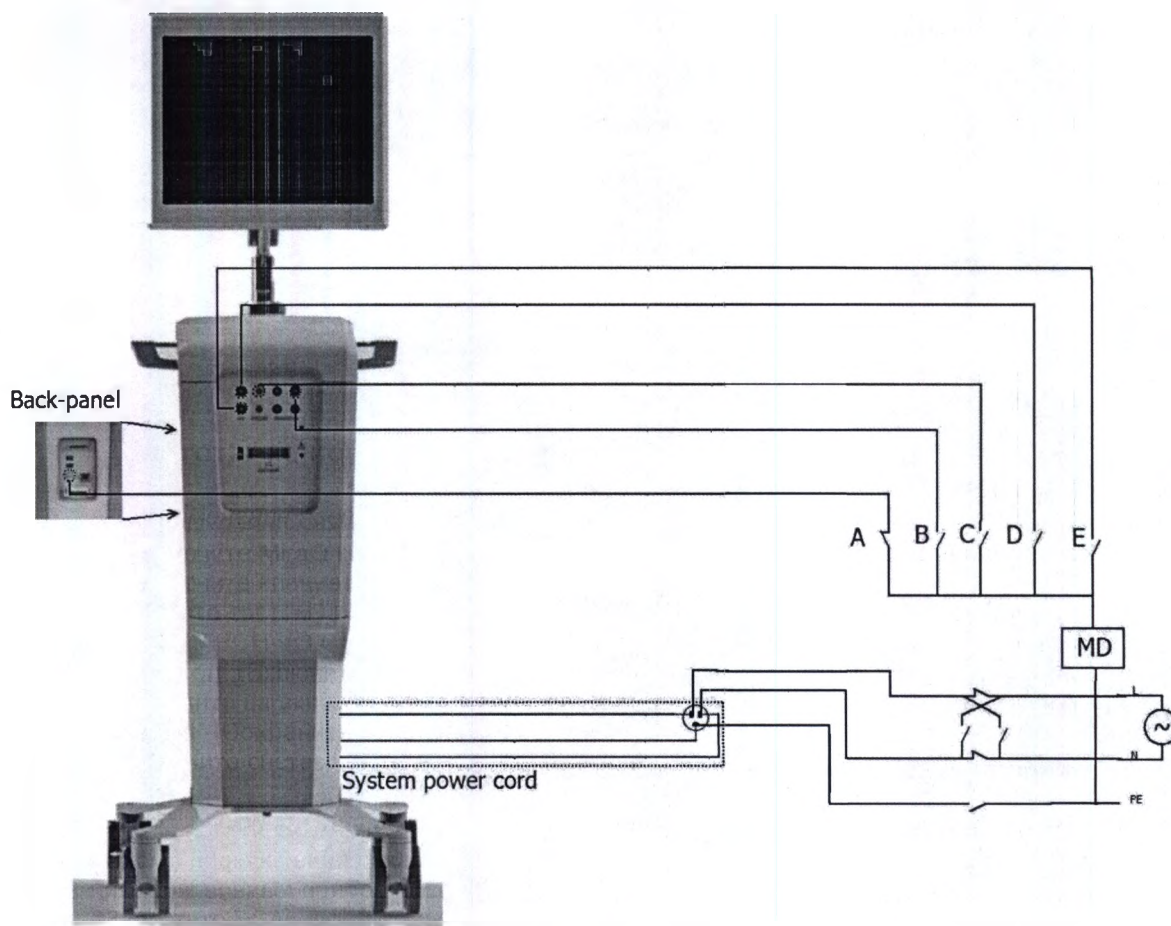

Рис. 8 Схема подключения для проверки тока утечки
1. Схема подключения показана на рис. Рис. 8. Анализатор электробезопасности - это измерительный прибор (MD) с выключателями и питанием от электросети.